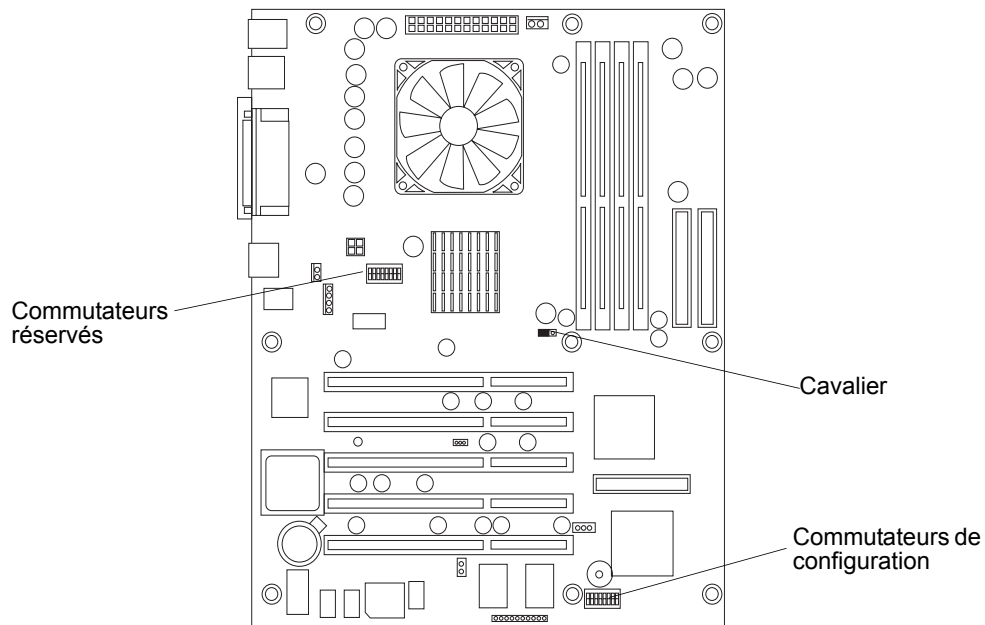

Figure 3-25. Emplacement des cavaliers et des commutateurs DIP
2. Sur la carte système, repérez l'ensemble des commutateurs réservés et mettez le commutateur 4 en position Off. Voir les Figure 3-25 et Figure 3-27.